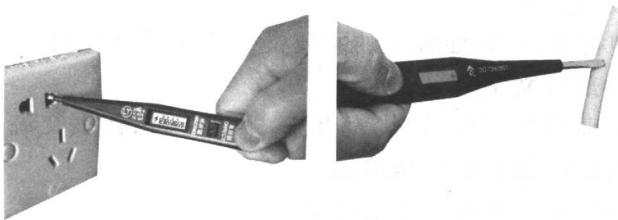

图 1-6 数字式感应电笔的使用
(1) 构造。数字式感应电笔由金属头、绝缘外壳、感应电路、数字显示表组成, 面板上有指示灯(有一类无指示灯)、数字显示表、感应断点测检按键、直接测检按键等, 如图 1-6 所示。
(2) 检测对象。直接检测 12V~220V 的交、直流电和间接检测交流电的零线、相线和断点。
(3) 使用方法及注意点, 如图 1-6 所示。
①最后显示的数字为所测电压值。
②未到高段显示值的 70% 时, 显示低段值。
③测量直流电时应手碰负极。
④测量小于 12V 电压的物体是否带电, 可用感应电极。
⑤带感应电的被测物必须接地或接零。
⑥用感应检测并排线时应增大电线之间的距离或用手按住被测物。
⑦不要同时按住两个电极进行测试, 以免测检不准。